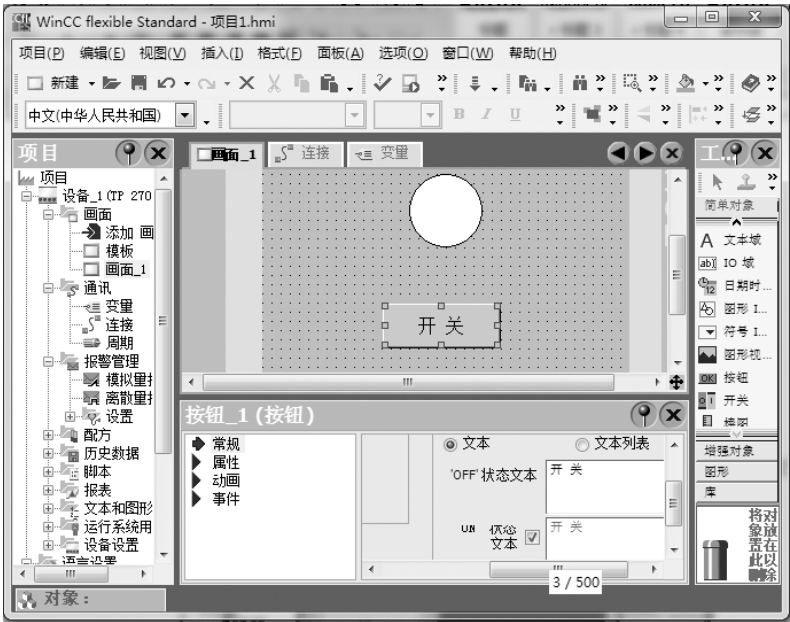

图 10-59 按钮组态 (1)
① 按钮的组态。选中“按钮”，再选中“属性窗口”中的“常规”，把“状态文本”中的“Text”改为“开关”。按钮组态 (1) 如图 10-59 所示。